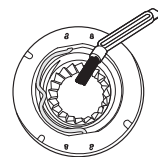

Figure 3
12. Remettez la molette supérieure et la trémie des grains en les verrouillant en place. Tournez dans le sens horaire (figure 3).